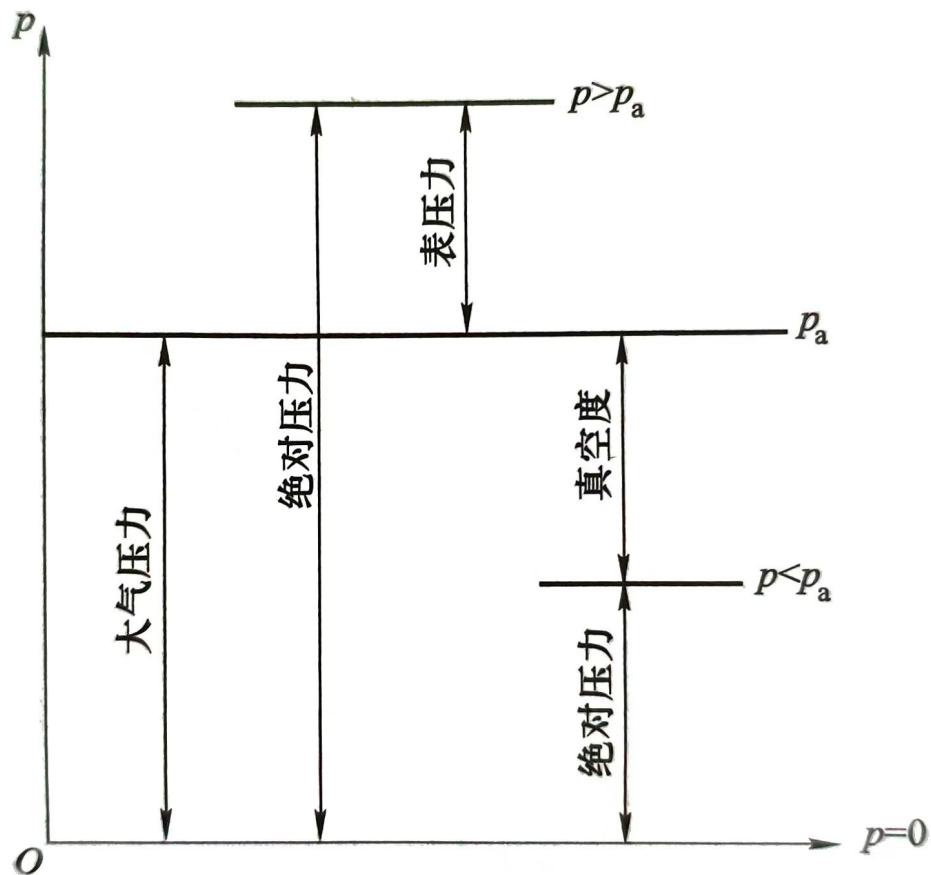

图 1-9 绝对压力、相对压力和真空度之间的关系
(3) 压力的表示方法
- 关系图示: 通过图 1-9 说明三者关系。